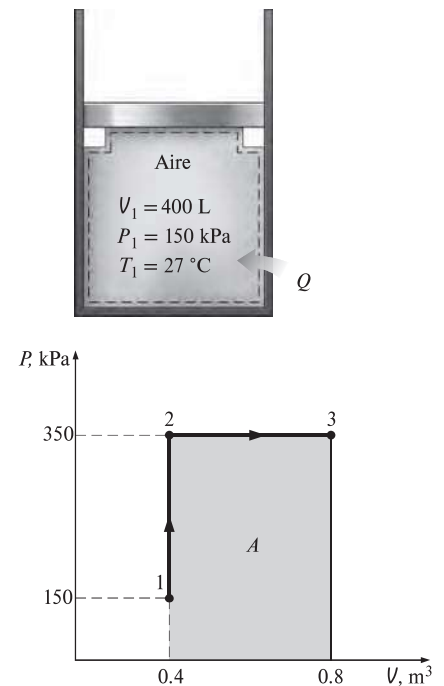

FIGURA 4-32
Un dispositivo de cilindro-émbolo contiene al inicio aire a 150 kPa y 27 °C . En este estado, el émbolo descansa sobre un par de topes, como se ilustra en la figura 4-32, y el volumen encerrado es de 400 L . La masa del émbolo es tal que se requiere una presión de 350 kPa para moverlo. Se calienta el aire hasta duplicar su volumen. Determine *a*) la temperatura final, *b*) el trabajo que realiza el aire y *c*) el calor total transferido al aire.
b) El trabajo realizado se podría determinar por integración, pero en este caso es mucho más fácil hacerlo a partir del área bajo la curva del proceso, en un diagrama P - V el cual se muestra en la figura 4-32: